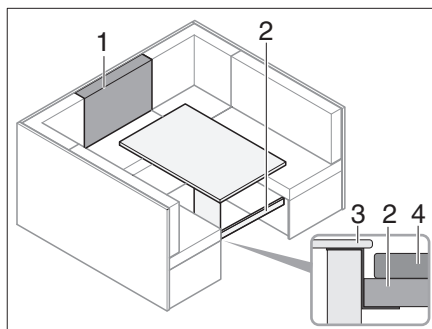

Fig. 196 Prima della trasformazione
- Inserire la traversa (Fig. 196,2) sotto il coperchio della cassapanca (Fig. 196,3).
- Far scorrere la traversa (Fig. 196,2) sotto il tavolo, (Fig. 196,4) per sostenerlo.
- Collocare il cuscino dello schienale (Fig. 196,1) davanti al cuscino aggiuntivo sul tavolo.